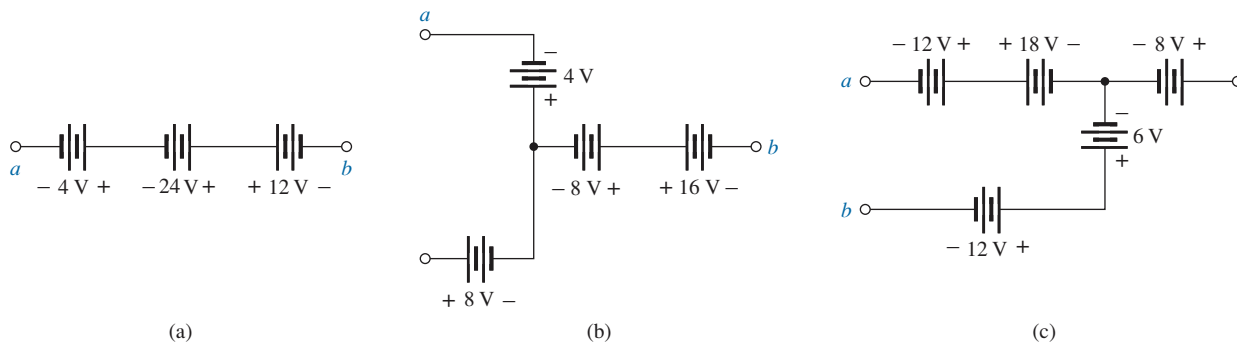

FIG. A4.102
18. Combine las fuentes de voltaje en serie de la figura A4.102 en una sola fuente entre los puntos a y b.